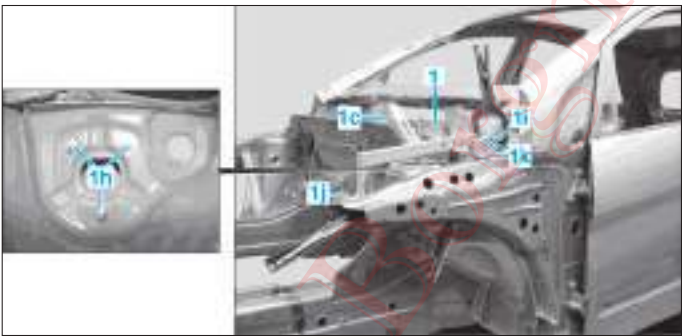

FIG. 8
- Placer le bras [1a] ou [01b] (selon le côté) contre le dôme de la jambe de suspension et contre la doublure d'aile (Fig.8).